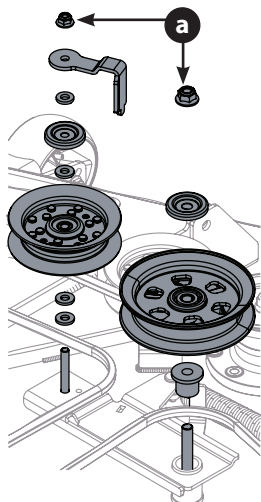

Figura 50
4. Extraiga las dos poleas locas quitando las tuercas de seguridad (a) con reborde que están arriba de los conjuntos, y luego quitando los conjuntos del brazo secundario libre (Figura 50).